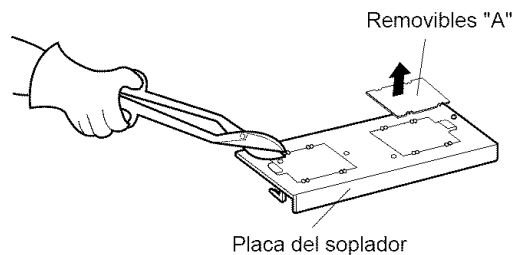

Figura 20
5. Use cizallas o tijeras para hojalata para cortar y quitar los removibles "A" de la placa del soplador. Descarte los removibles. Tenga cuidado de no deformar la placa. Vea la **Figura 20**.